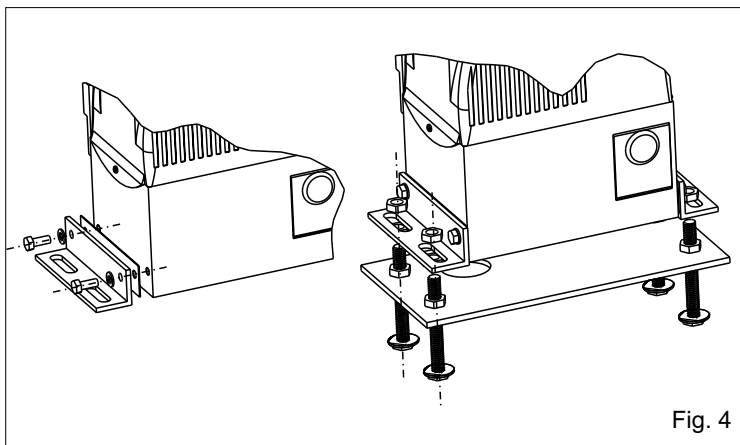

Fig. 4
4.1. Fixer au motoréducteur les cornières de fixage latérales avec les vis fournis (Fig. 4).
4.2. Fixer le motoréducteur à la plaque de fondation en réglant la position latérale et son hauteur (Fig. 4 - Fig. 5) en respectant les cotes cités dans Fig. 2.